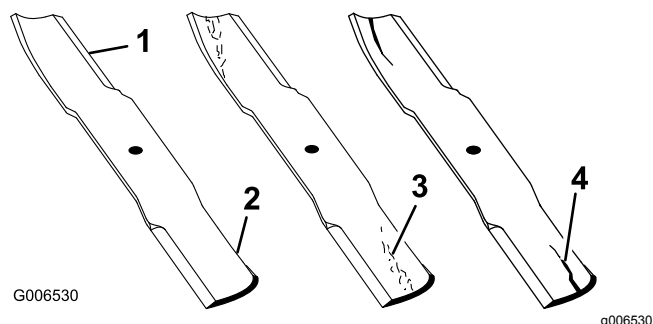

Figura 74
1. Inspeccione as extremidades de corte (Figura 74).
4. Se verificar quaisquer fissuras, desgaste, ou a formação de ranhuras nesta área instale imediatamente uma lâmina nova (Figura 74).